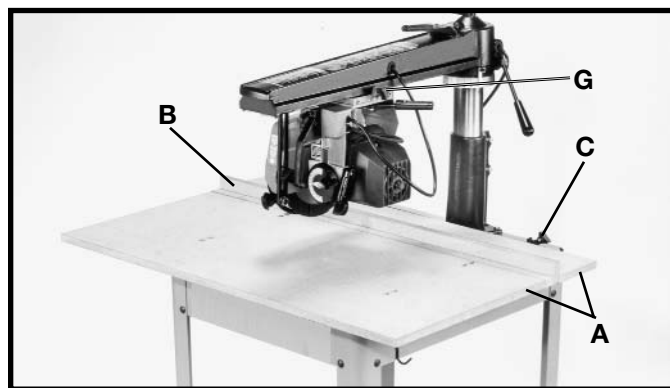
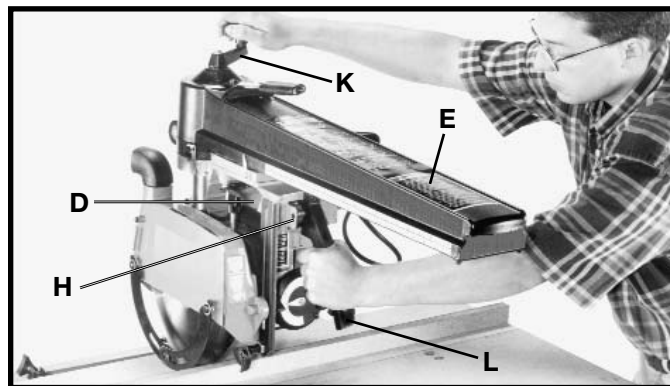
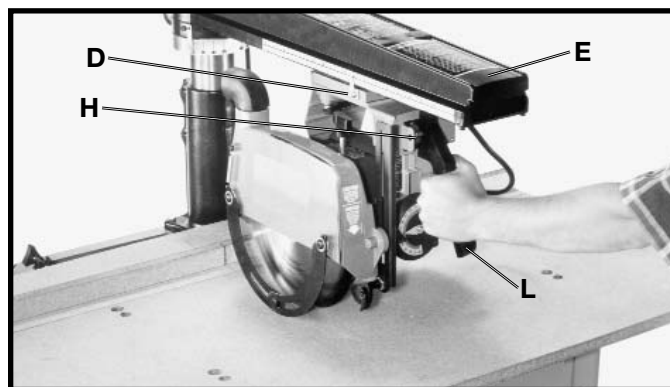

Fig. 48
Fig. 49
Fig. 50
1. Monte las tablas de mesa (A) Fig. 48 y la guía (B) conforme a lo ilustrado y afiáncelas en sus sitios con abrazaderas de mesa, una de las cuales aparece en (C).
2. Devuelva el cabezal de corte (D) Fig. 49 a la parte posterior del brazo guía (E) y apriete la perilla de abrazadera del cabezal de corte (G) Fig. 48. Asegúrese de que el interruptor (H) Fig. 49 quede en la posición de "APAGADO" y encienda la energía a la sierra.
3. Mientras que sujeta la agarradera del cabezal de corte (L) Fig. 49 firmemente, encienda el interruptor (H) y baje el brazo guía (E) al girar la agarradera de elevación (K). Hasta que la hoja de la sierra empiece a cortar la superficie de la mesa a una profundidad de aproximadamente 1/16 de pulgada. Deje de girar entonces la agarradera de elevación (K).
4. Sujetando aún la agarradera del cabezal de corte (L) Fig. 50 firmemente, afloje la perilla de la abrazadera del cabezal de corte (G) Fig. 48 y lentamente tire del cabezal de corte (D) Fig. 50 hacia el frente del brazo guía (E) conforme a lo ilustrado hasta que se detenga el recorrido. Apague entonces el interruptor (H).